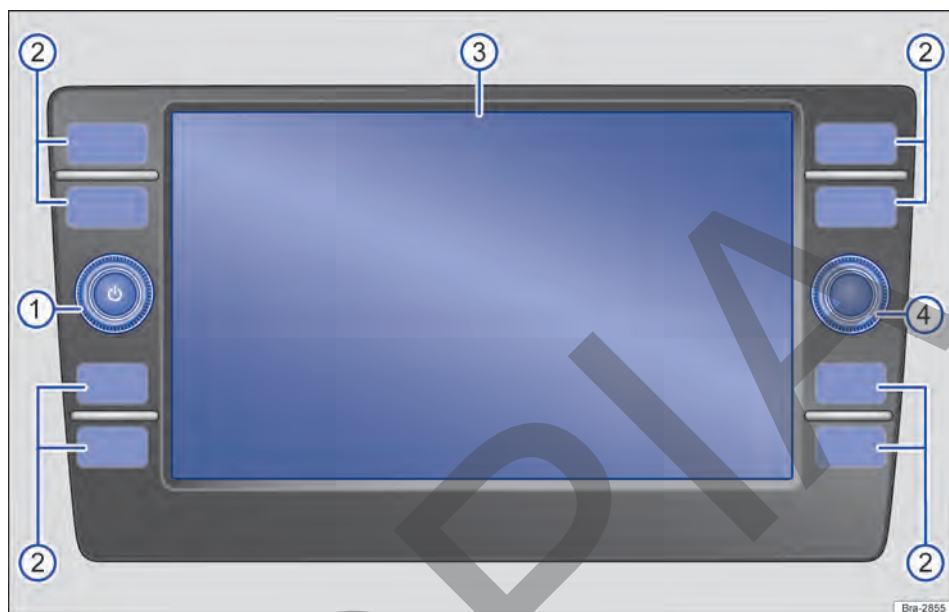

Fig. 113 Cuadro general de mandos.
El equipo está disponible en distintas versiones, que se distinguen por el rótulo y la función de las teclas de la radio → fig. 113 ②.
- ① **Mando giratorio y de presión** :
- ② **Teclas de la radio:** *presionar* para acceder a un botón de función.
- ③ **Display:** pantalla táctil.
- ④ **Tecla de configuraciones:** la función depende de la respectiva condición de operación.